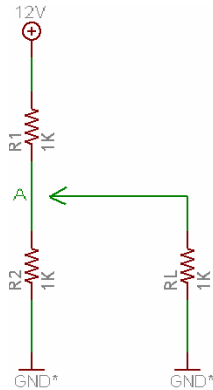

FIGURA 1
3.1 Arme el circuito de la figura 1